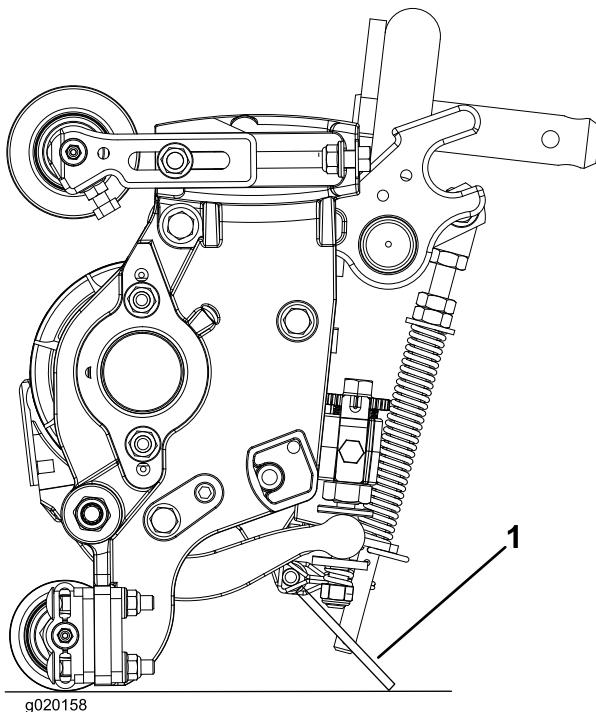

**Figura 8**
- Coloque a unidade de corte numa superfície de trabalho plana e nivelada. Rode os parafusos de ajuste da barra de apoio no sentido contrário ao dos ponteiros do relógio para assegurar que a barra de apoio não entra em contacto com o cilindro (Figura 8).